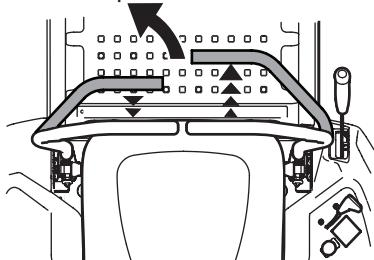

Figura 23
1. Para girar a la izquierda, mueva la palanca de control de la transmisión del lado izquierdo hacia atrás respecto de la palanca de control de la transmisión derecha (Figura 23 a la página 56).